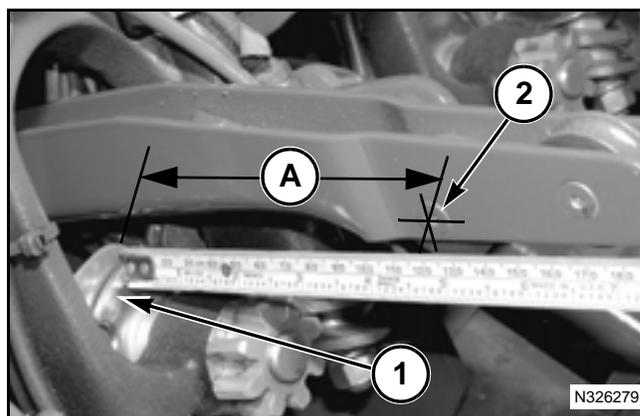

FIG. 69
FIG. 69: Mida desde la superficie posterior del disco de cordel (1) hasta la línea de centro del rodillo de cordel inferior (2). La medida (A) de be ser de 120 mm a 130 mm (4.75 pulg a 5.12 pulg) en todas las agujas.